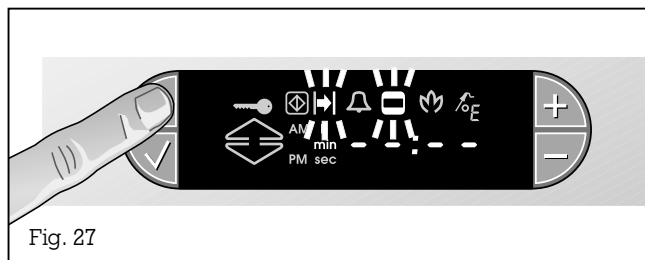

Fig. 27
- Appuyez 2 fois sur la touche ☺ (horloge). Sur l'afficheur, les symboles -| (fin) et ■ (temps de cuisson) et unité de temps clignotent (fig. 27).